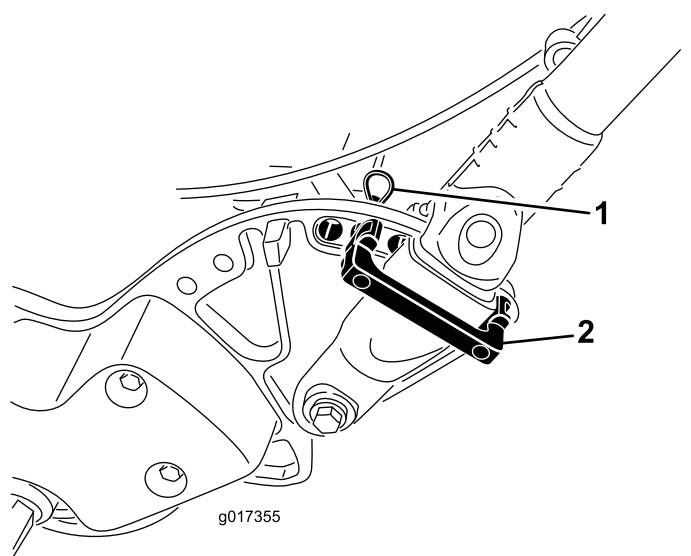

Bild 9
1. Stützen Sie den Holm ab und nehmen Sie die Kabelbinder ab, mit denen die Holmklemmen an den Seitenplatten befestigt sind (Bild 9).
2. Drehen Sie den Holm in die gewünschte Einsatzposition und setzen Sie eine Holmbefestigung über die Holmklemme und in die entsprechenden Löcher in der Seitenplatte ein (Bild 9).
3. Arretieren Sie die Klemme mit einem Splint (Bild 9).